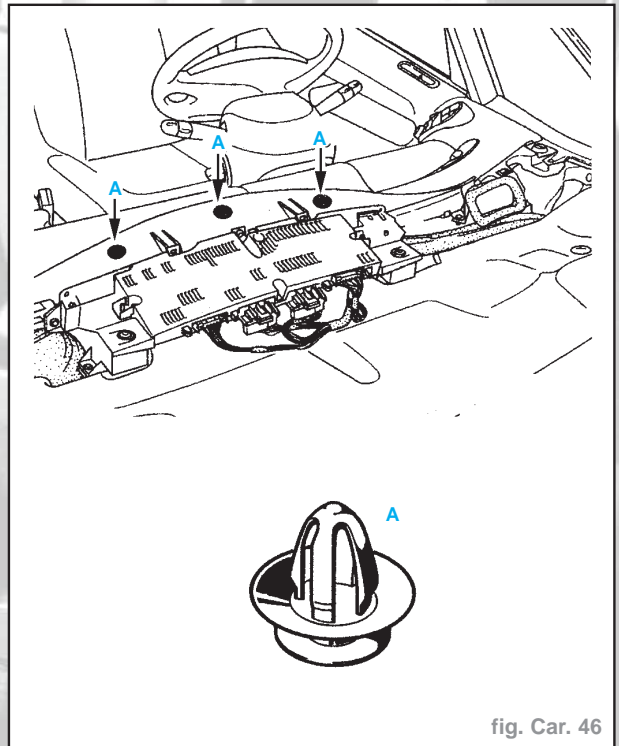

fig. Car. 46
- Lever la plage avant de planche en commençant dans l'angle, et tirer verticalement pour déclipser les trois fixations (A) (fig. Car. 46).
- Vérifier la présence des trois clips (A).